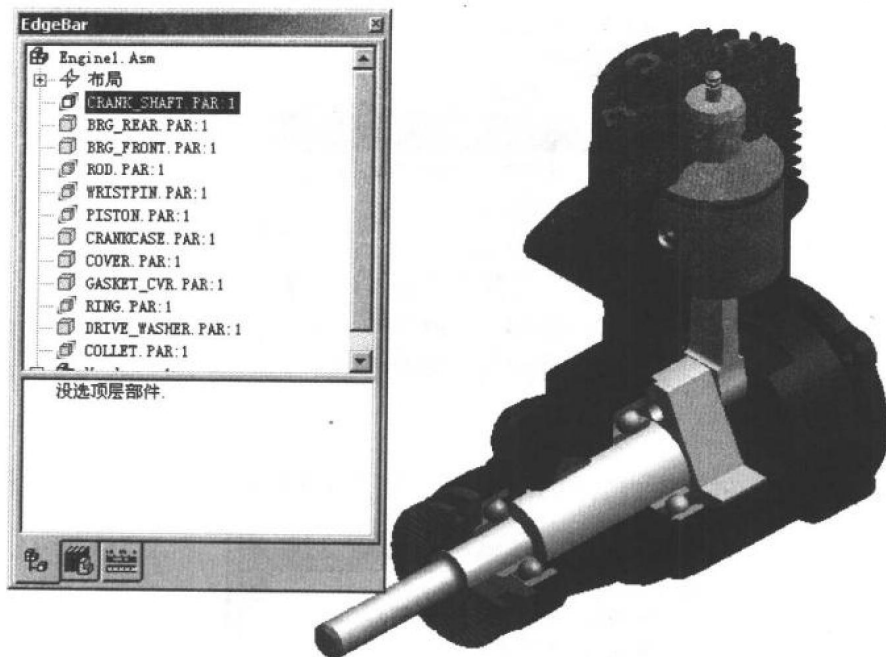

图 1.4
- 用鼠标右键单击“Pathfinder”内的 Engine.asm，并选择“Open”选项，该文件将在 Solid Edge 装配设计环境中打开，如图 1.4 所示；